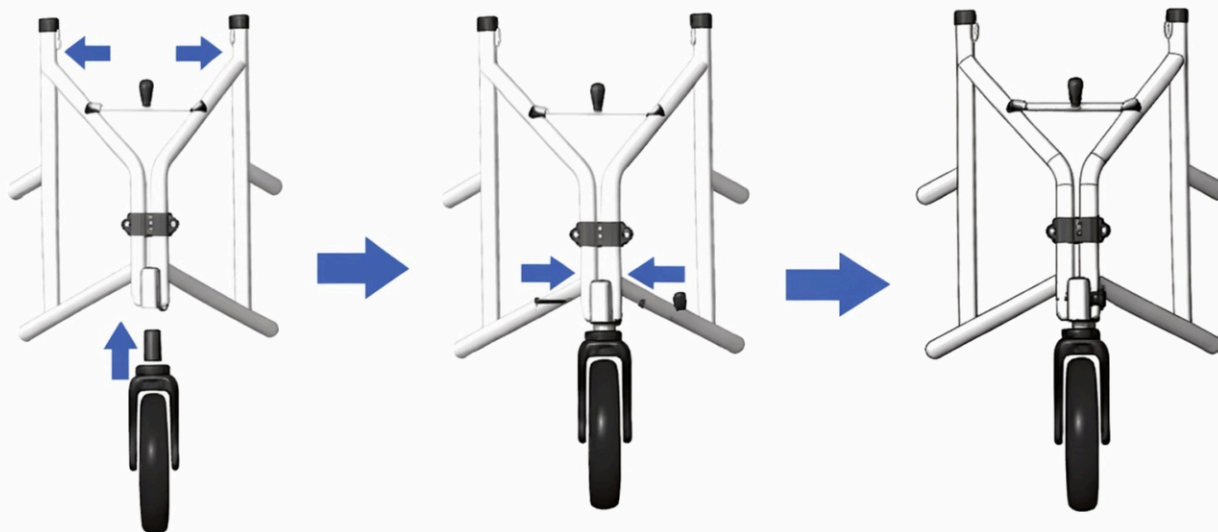

Abbildung 2
Schritt 1 (wie in Abbildung 2 gezeigt): Nehmen Sie die Haupttrahmenbaugruppe (1) und die Vorderradbaugruppe (9) heraus. Drücken Sie die linken und rechten Rahmen der Haupttrahmenbaugruppe nach außen. Richten Sie das Radnabenloch der Vorderradbaugruppe (9) auf das Radlagerloch der Haupttrahmenbaugruppe (1) aus. Stecken Sie dann die Vorderradbaugruppe (9) in das Radlagerloch der Haupttrahmenbaugruppe (1). Führen Sie anschließend die Sechskantschraube M6×35 (14) durch das Radlagerloch der Haupttrahmenbaugruppe (1) und richten Sie sie am Radnabenloch der Vorderradbaugruppe (9) aus. Nehmen Sie die kleine Drehknopfmutter mit gebogener Unterlegscheibe (11) und schrauben Sie sie auf die Sechskantschraube M6×35 (14) und ziehen Sie sie fest.